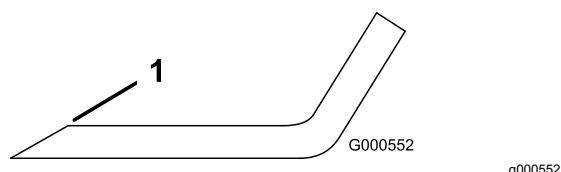

Figure 61
1. Au moyen d'une lime, aigüisez les tranchants aux deux extrémités de la lame (Figure 61).
**Remarque:** Si la lame est déséquilibrée, limez un peu l'extrémité de l'ailette seulement (Figure 61).